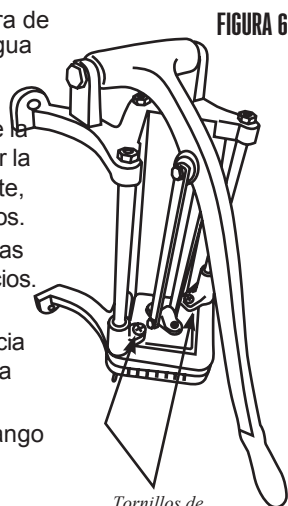

FIGURA 6
3. Para quitar la placa de empujar, con el mango hacia abajo, quite los dos tornillos de la parte de arriba de la placa de empujar (FIGURA 6).